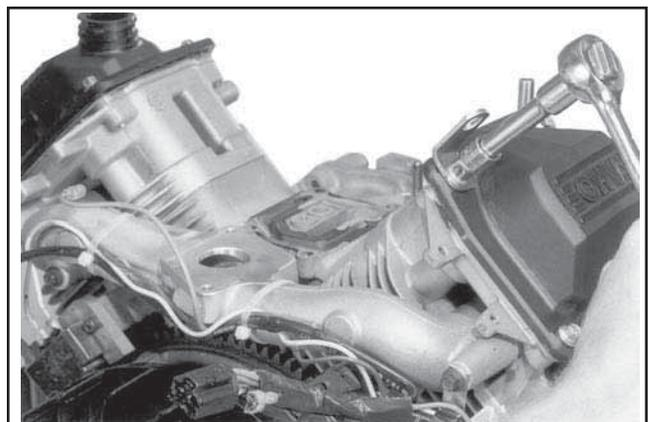

Figure 9-45. Enlèvement des cache-soupapes.
2. Retirer les cache-soupapes, les joints toriques d'étanchéité des cache-soupapes et chaque bride ou sangle de levage. Noter quel côté du moteur dispose du cache-soupape de la pompe d'alimentation et/ou de remplissage d'huile. Voir la Figure 9-45.